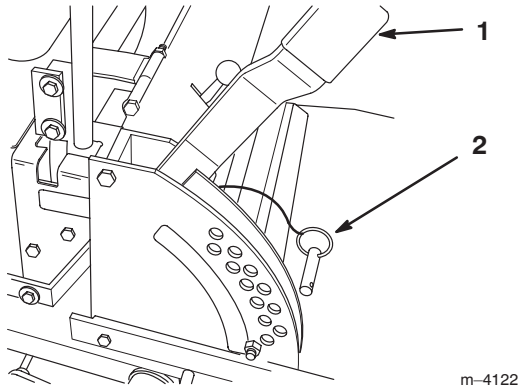

Figure 17
1. Relevez le levier de sélection de hauteur de coupe en position de transport (qui correspond aussi à la hauteur de coupe de 114 mm [4-1/2 pouces]) (Fig. 17).
2. Retirez l'axe de chape du support de hauteur de coupe (Fig. 17).
3. Placez l'axe de chape dans le trou du support correspondant à la hauteur de coupe voulue (Fig. 17).
4. Abaissez le levier de sélection de hauteur de coupe jusqu'à l'axe de chape (Fig. 17).